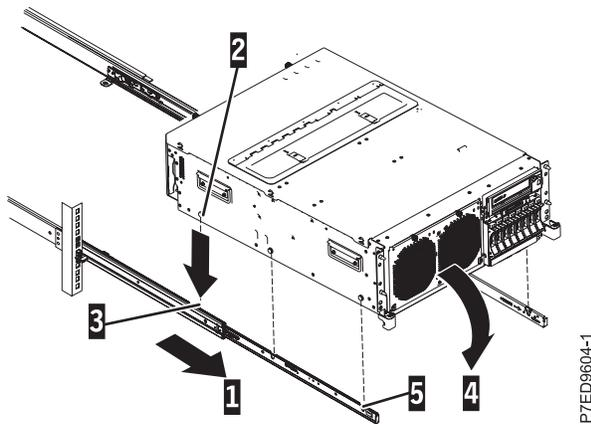

Abbildung 9. Schienen herausziehen und Nagelköpfe des Servers an den Aussparungen der Schiene ausrichten
2. Ziehen Sie die Schienen nach vorne (1), bis sie zweimal einrasten, wie in Abb. 9 dargestellt. Heben Sie vorsichtig den Server an und neigen Sie ihn so über die Schienen, dass die hinteren Nagelköpfe (2) am Server an den hinteren Aussparungen (3) an den Schienen ausgerichtet sind. Schieben Sie den Server nach unten, bis die hinteren Nagelköpfe in die beiden hinteren Aussparungen eingreifen, und senken Sie die Vorderseite des Servers (4) ab, bis die anderen Nagelköpfe in die anderen Aussparungen in den Schienen eingreifen. Stellen Sie sicher, dass sich die vordere Verriegelung (5) über die Nagelköpfe schiebt.